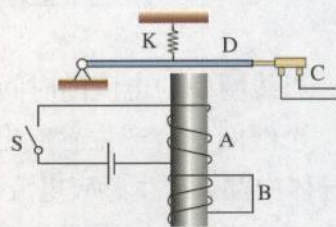

图4.6-8 延时继电器
1. 图4.6-8是一种延时继电器的示意图。铁芯上有两个线圈A和B。线圈A跟电源连接，线圈B两端连在一起，构成一个闭合电路。在断开开关S的时候，弹簧K并不会立刻将衔铁D拉起而使触头C（连接工作电路）离开，而是过一小段时间后才执行这个动作。延时继电器就是这样得名的。